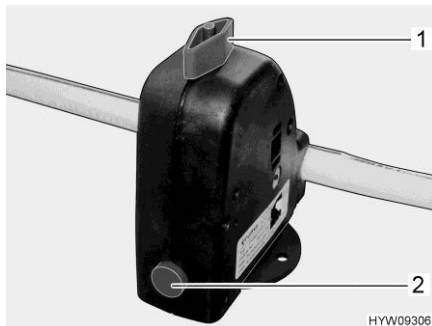

Fig. 189 Valvola di sicurezza/di scarico (Truma)
- Chiudere la valvola di sicurezza/di scarico (Truma). A tal fine ruotare la manopola (Fig. 189,1) verticalmente rispetto alla valvola di sicurezza/di scarico e premere verso l'interno il bottone automatico (Fig. 189,2).